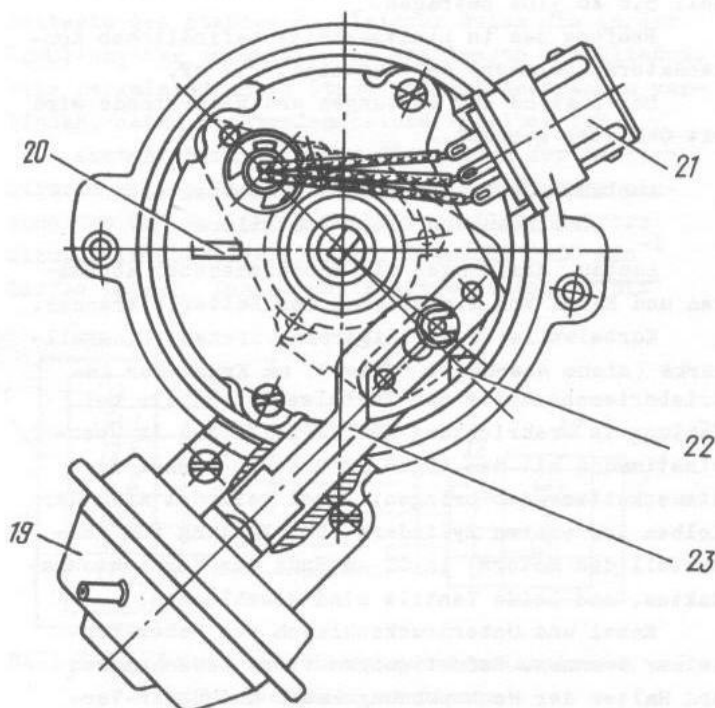

Bild 7-38. Geber-Verteiler:
- Deckel 9 (Bild 7-38), Laufstück 8 und Schutzschirm 7 abnehmen;